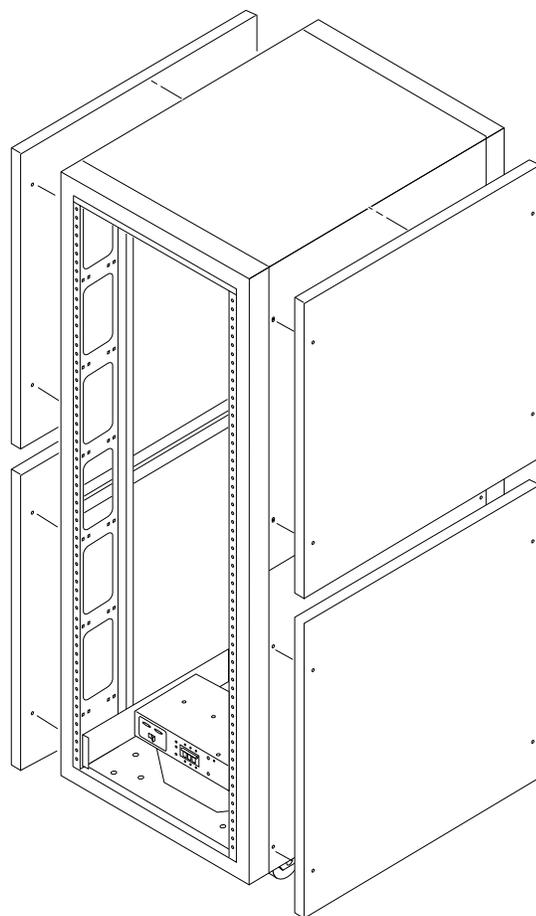

図 5-1 側面パネルの取り外しおよび取り付け
- 六角レンチを使用して、記憶装置システムにパネルを固定している 4 本の 1/4 インチ 段付きねじを緩めて、記憶装置システムからパネルを取り外します (図 5-1)。
2. 六角レンチを使用して、4本の 1/4 インチ段付きねじを締めて、記憶装置システムにパネルを固定します (図 5-1)。